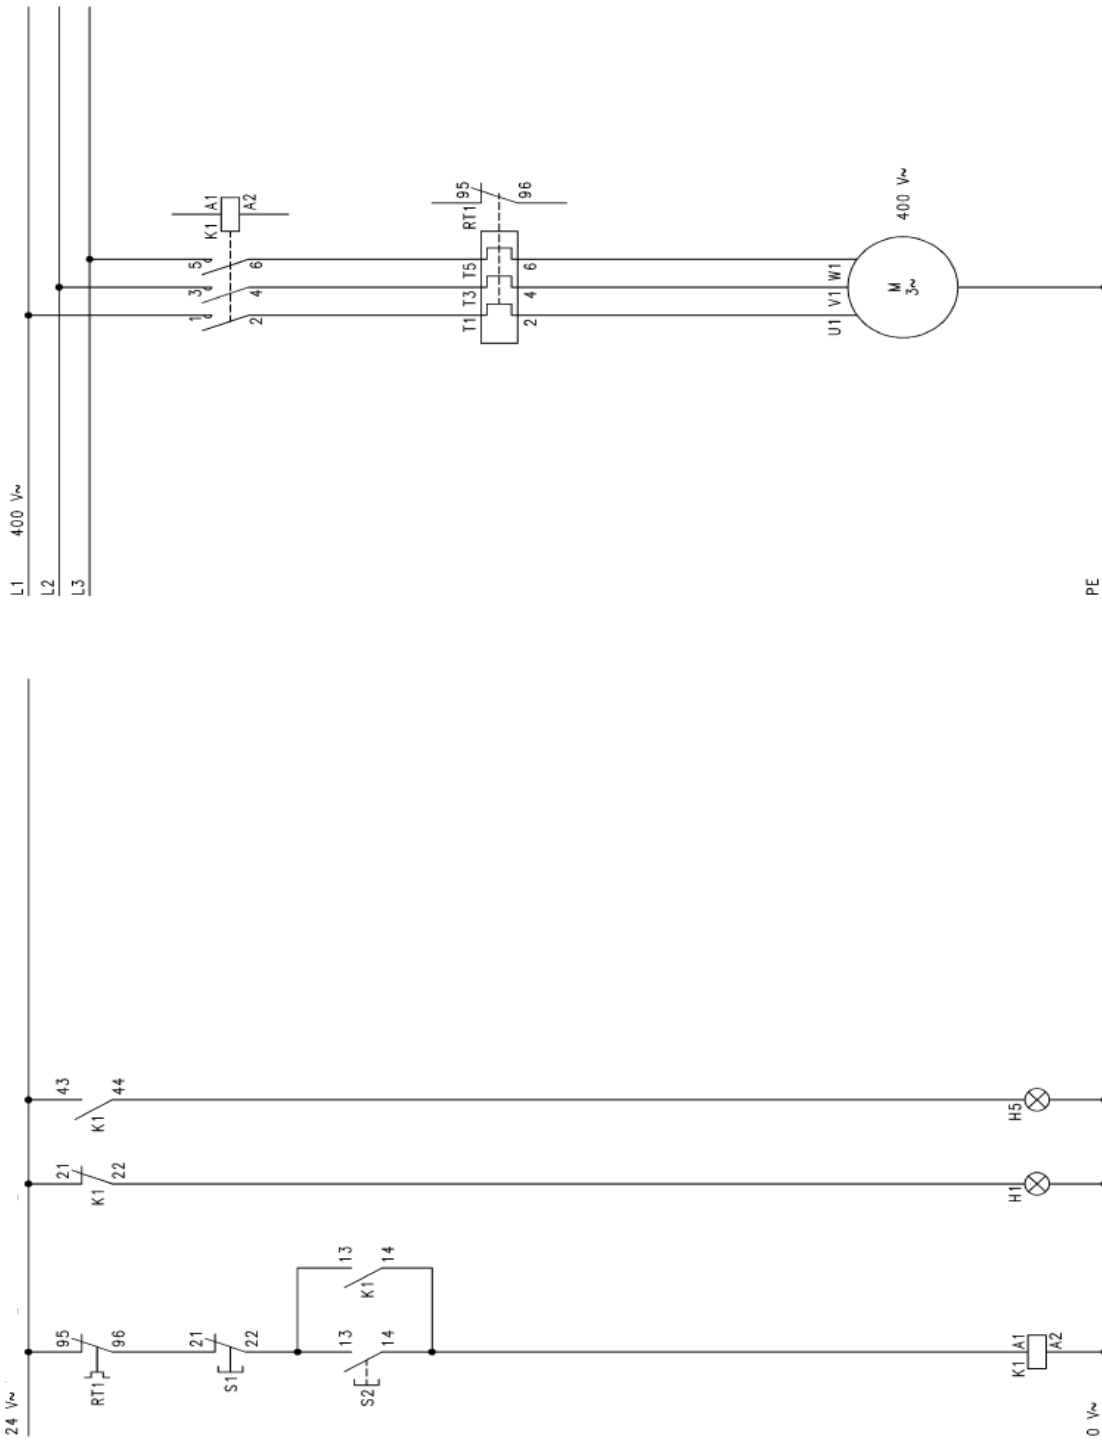

Figure 3 : Circuit de puissance et de commande
- a. Raccorder les dispositifs comme indiqués dans la figure 3.